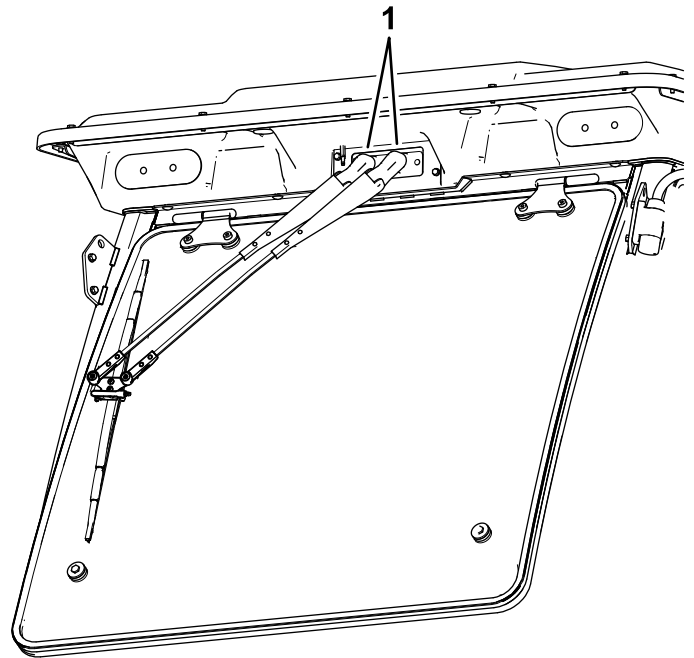

Bild 147
1. Öffnen Sie die Kappen an der Oberseite der Scheibenwischerarme (Bild 147).